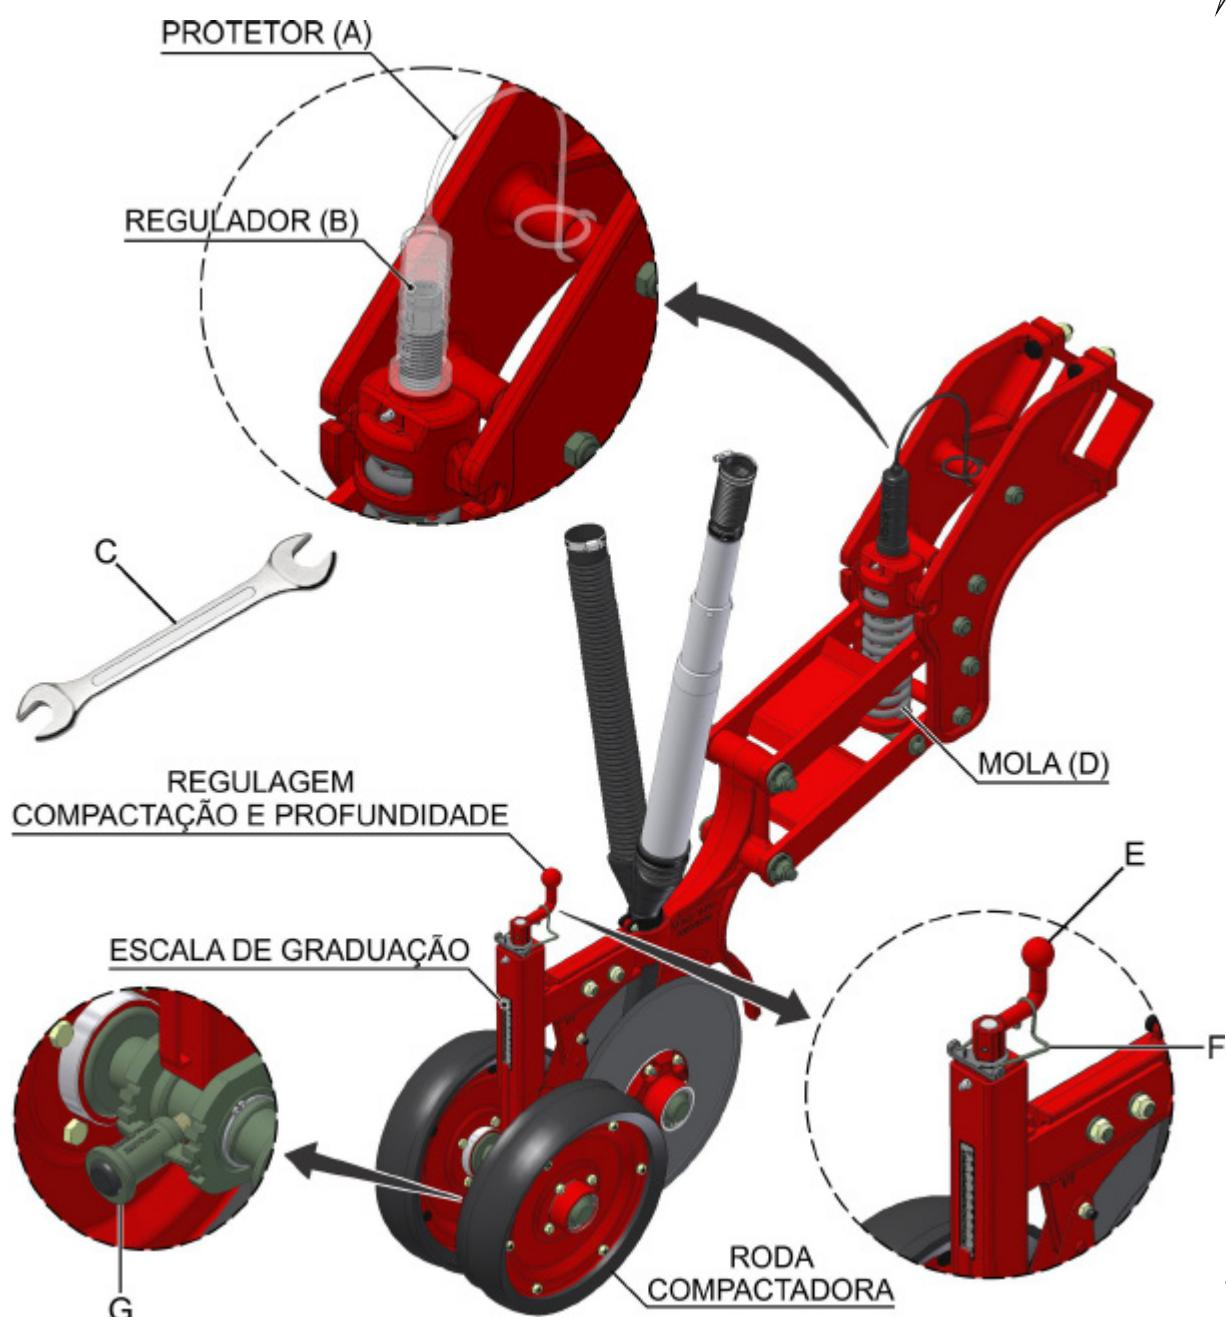

fig. 25
Pressão da mola: retire o protetor (A) (fig. 25), e use uma chave 22 (C) no regulador (B) para aumentar ou diminuir a pressão da mola (D);